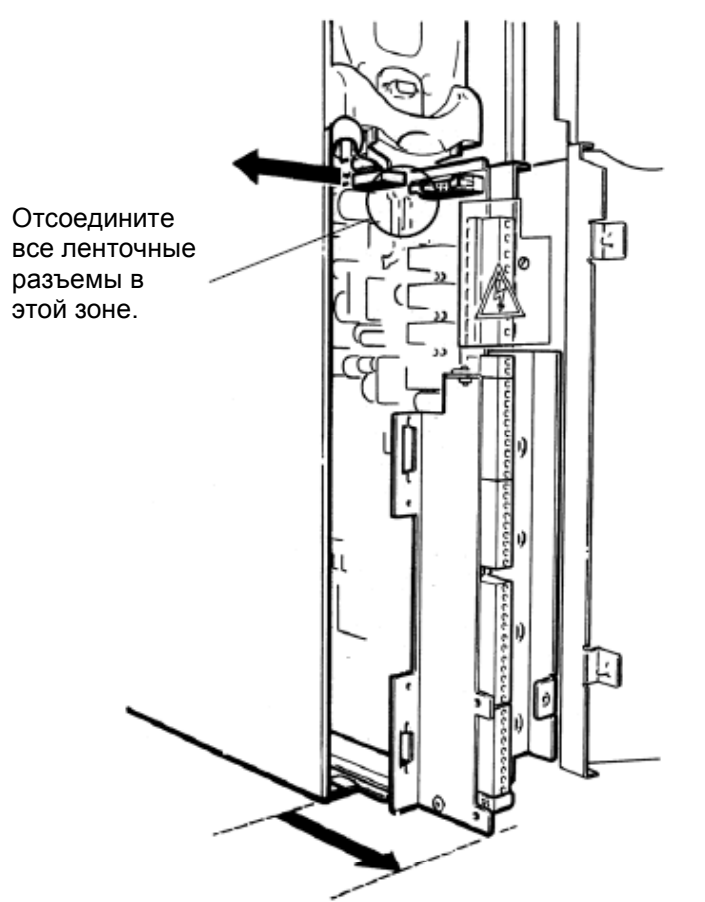

Рис. 3-7 Модуль привода – извлечение платы управления
4. Выдвиньте модуль управления из привода до конца вперед, отсоединив все ленточные разъемы, находящиеся наверху платы (см. рис. 3-7), запомните их расположение для облегчения повторного подключения.